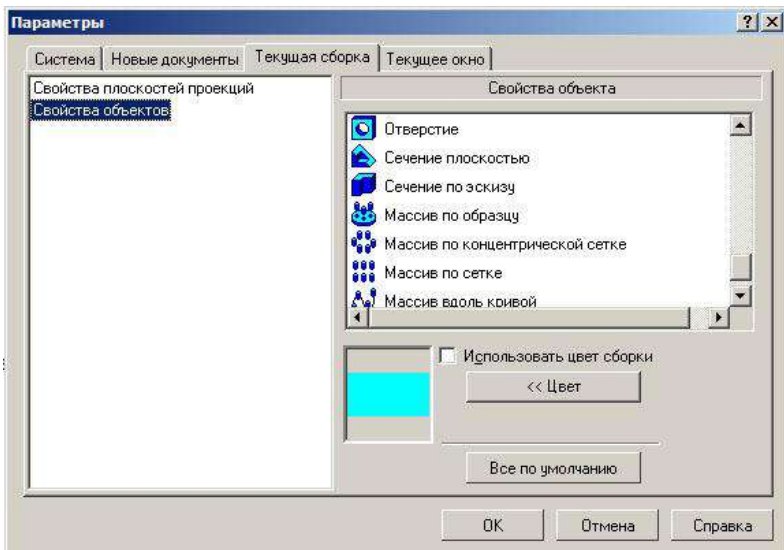

Рисунок 9.10 – Диалогове вікно «Параметры» з відкритою вкладкою «Текущая сборка» і панеллю «Свойства объекта» для настроювання властивостей об'єктів
- клацніть по пункту «Свойства объектов». У правій частині з'явиться панель «Свойства объекта» (рис. 9.10)